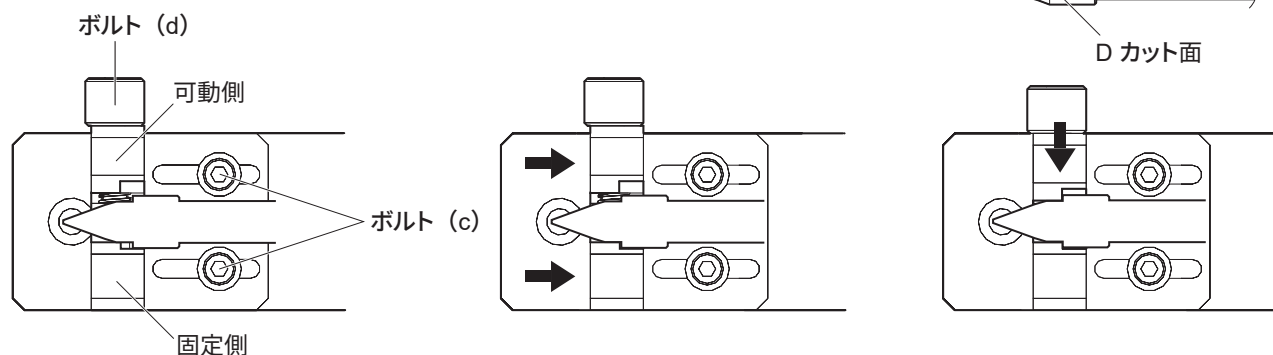

図5-16
- (2) ボルト (c) と (d) を緩め、こて先調整治具ユニットの位置決めピンに合わせてハッコー FU-6002 を載せます。
- (3) こて先の D カット面を、治具金具の固定側の窪みに合わせ図 5-16 のようにぴったりはまるよう治具金具を移動させます。この位置が基準点となりますので、ボルト (c) を 2 箇所締め直します。